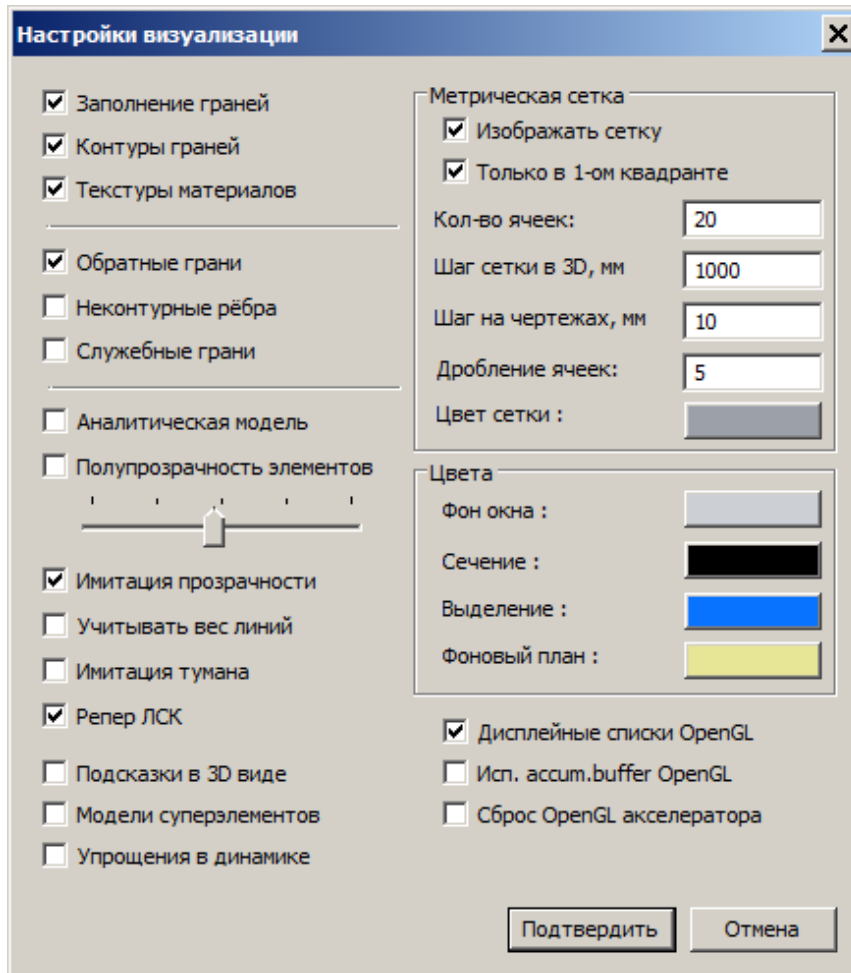

Рис. 1.3. Диалоговое окно **Настройки визуализации**
- В открывшемся диалоговом окне **Настройки визуализации** следует задать следующие характеристики (рис.1.3):